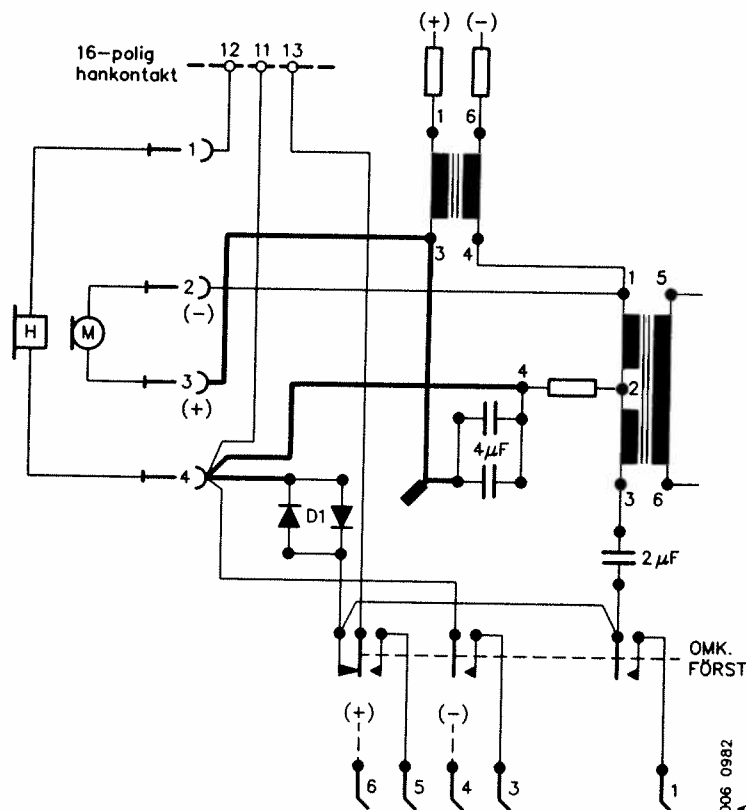

Bild 48. Enhetens koppling efter modifiering
- Flytta och löd fast de lossade förbindningarna enligt bild 48. Förbindningarna lossade från D1 toppskarvas samt isoleras och en ny förbindning dras mellan D1 och hand/huvudmikrotelefonens stift 4.